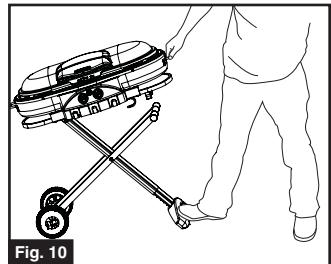

Fig. 10
- Tirez la poignée du gril vers vous de façon à totalement déployer le piétement. (Fig. 10)